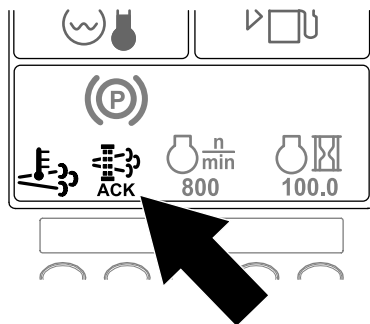

Figura 59
10. L'InfoCenter visualizza la schermata Home e l'icona della rigenerazione (Figura 59) è presente nell'angolo in basso a destra della schermata mentre la rigenerazione procede.